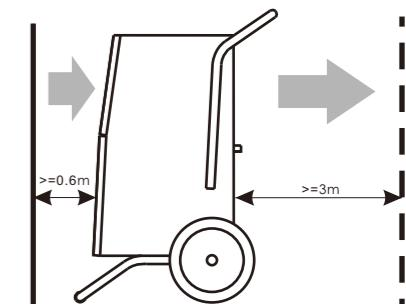

FIG.2
- De maneira a obter a melhor eficácia, as distâncias mínimas sugeridas nos lados de aspiração e de descarga em relação à parede são de 0,6 e 3m respectivamente (Ver FIG.2).